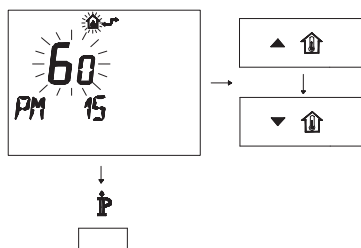

Figura 5.40
- Modificare il SET programmato agendo sui pulsanti **▲** o **▼** fino a visualizzare un **set di 60**, aspettare che il numero programmato cominci a lampeggiare (Figura 5.40).